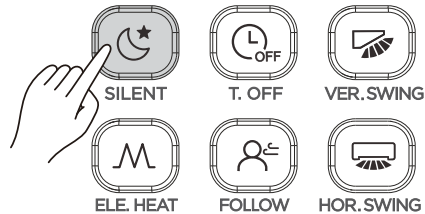

Figura 22
1. Quando a unidade está no modo Frio ou Quente, pressione  (consulte a Figura 22) para iniciar a função Silencioso. A tela exibe o ícone ;